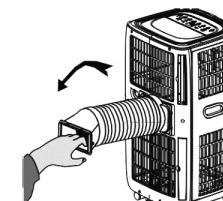

Fig. 2
2. Conecte la conexión en el extremo opuesto del tubo a la salida en la parte posterior del artefacto insertándolo y girándolo en su lugar (Fig. 2).